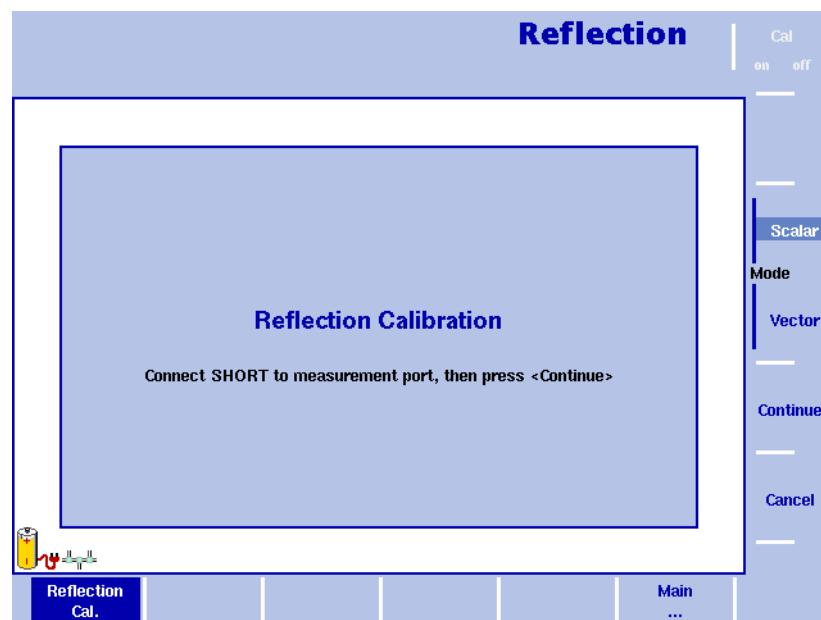

Abbildung 44 Menü Reflection Calibration
- 3 In diesem Menü können Sie den gewünschten Messmodus mit dem Softkey **Scalar** bzw. **Vector** auswählen. Dies Skalarmessung misst den Pegel des reflektierten Signals. Die Vektormessung ist noch genauer und misst auch die Phase des reflektierten Signals. Neben der Erhöhung der Messgenauigkeit vergrößert sich damit auch der Messbereich für Rückflussdämpfung. Der 9102 führt mit Bildschirm-Hinweisen wie in Abbildung 44 Schritt für Schritt durch den Kalibervorgang. Schließen Sie auf Aufforderung den Kalibriersatz an das Verlängerungskabel für den Prüfanschluss an und drücken Sie auf **Continue**. Sie können den Kalibervorgang mit dem Softkey **Cancel !** abbrechen.